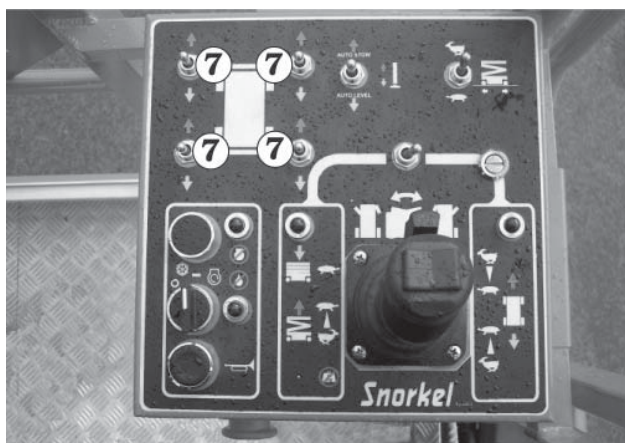

Abb. 8.24
2. Die **Stabilisatoren**-Schalter ⑦ nach vorne drücken und halten, bis alle vier Stabilisatoren komplett oben sind (siehe Abb. 8.24).